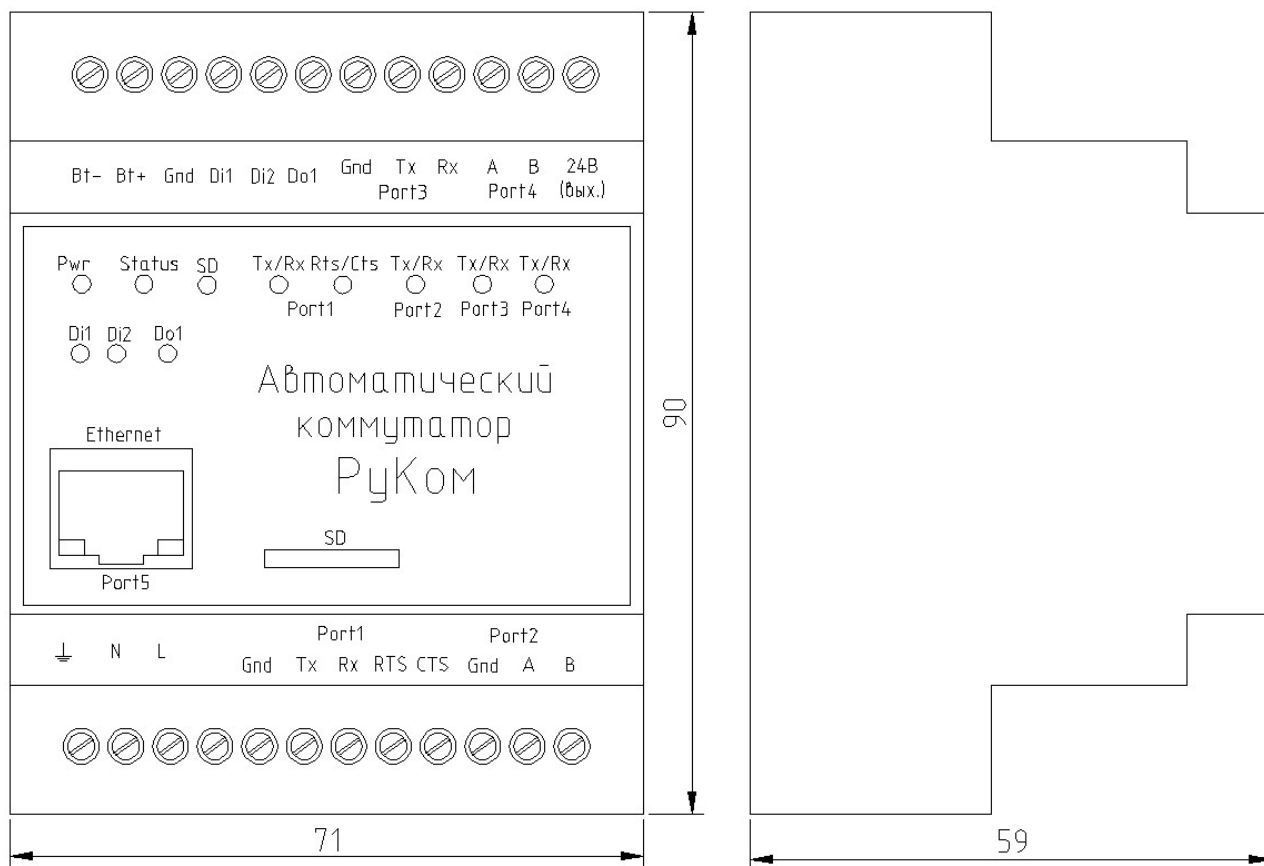

Рисунок 1. Эскиз изделия с габаритными размерами
1.3.2 Конструктивно изделие представляет собой корпус из поликарбоната/ABS-пластика на DIN-рейку (см. Рис.1) с размещёнными внутри печатными платами и радиокомпонентами.